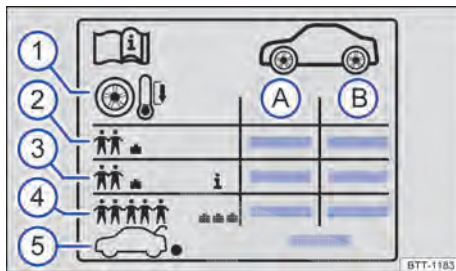

Fig. 266 Símbolos na etiqueta com as pressões dos pneus.
Indicações na etiqueta com as pressões dos pneus → Fig. 266:
Dependendo do veículo, a etiqueta com as pressões dos pneus pode ter uma pressão dos pneus de conforto → Fig. 266 ③. A pressão dos pneus de conforto possibilita aumentar o conforto da condução. Ao conduzir com a pressão dos pneus de conforto, pode aumentar o consumo de combustível.